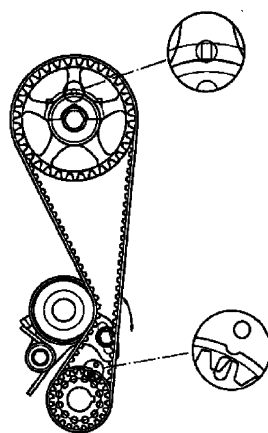

图 9-15 对准正时标记
5) 在压缩行程的一缸上止点对凸轮轴正时齿轮和曲轴正时齿轮的正时标记, 见图 9-15。
③ 一缸处于压缩行程上止点时，对正曲轴正时齿轮和凸轮轴正时齿轮正时标记，见图 9-15。